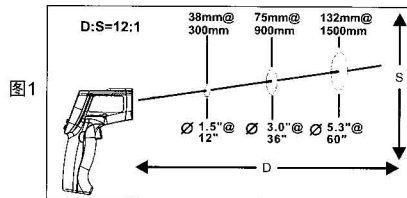

图1
- (1)-(6) 功能按键: 按下MODE键, LCD下方循环闪烁显示MAX-MIN-DIF-AVG-HAL-LAL-STO-EMS, 按SET键选定功能。(本机有模式记忆功能, 下次开机时会显示相同测量模式。)
- 使用本机测量温度时, 要注意考虑距离与测量区域大小之间的比率(简称物距比)。当本机与被测物体的距离增大时, 测量区域也会相应增大。(本机物距比为12:1, 见图1), **本机配有定位激光用于瞄准被测物体表面。